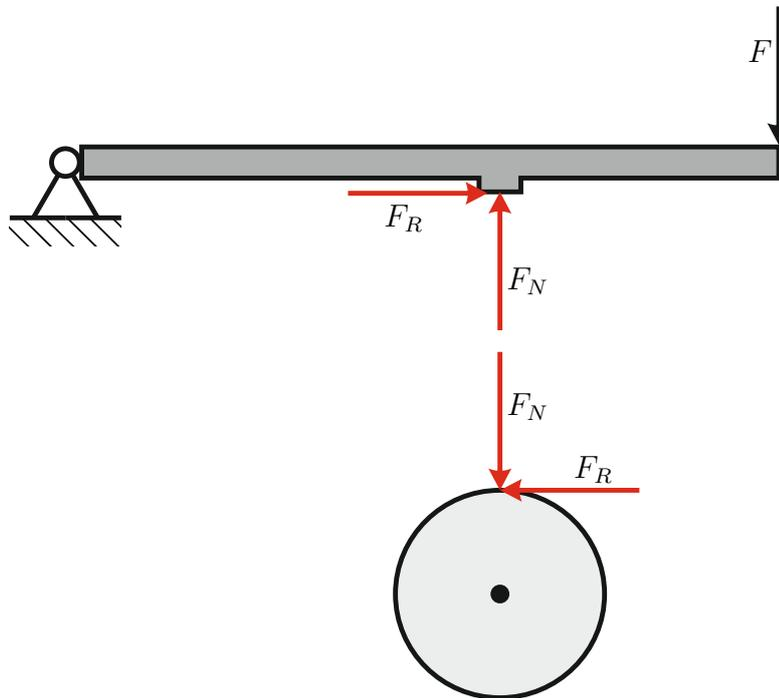

Abbildung 5: Freischnittskizze der Trommel und des Bremshebels.
- a) Der freigeschnittene Bremshebel sowie die Trommel sind in Abb. 5 dargestellt. Mittels dem Momentengleichgewicht ergibt sich die Normalkraft F_N und die